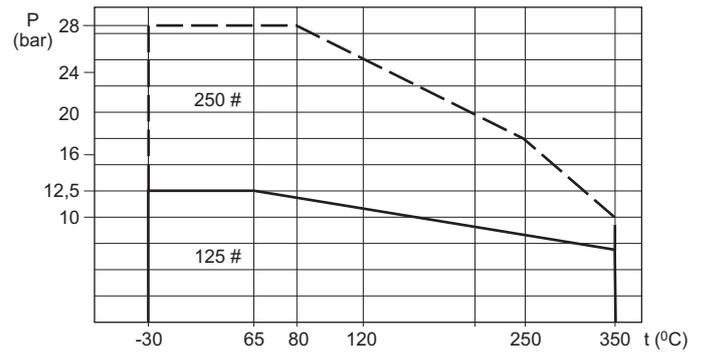

Fig. 03
- Ver diagramas, fig. 03 e 04.